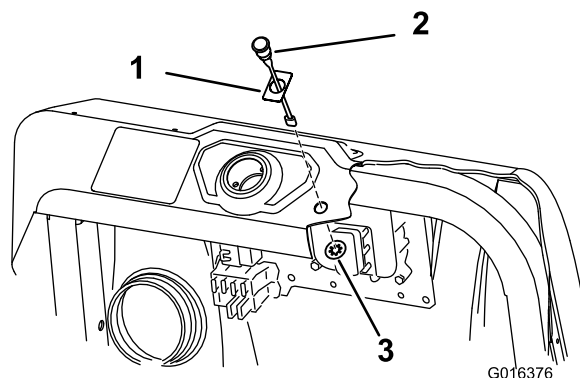

Figura 16
1. Applicare l'adesivo 94-8582 sopra il foro della spia nella plancia (Figura 16).
2. Montate la spia sulla plancia e fissatela da sotto con il dado in gabbia (Figura 16).